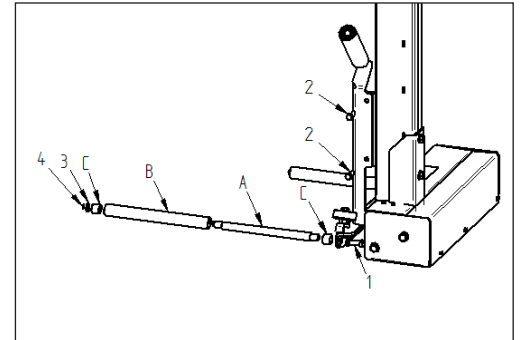

Abb. 4:
- Radaufnahme nach Abb.4 montieren.